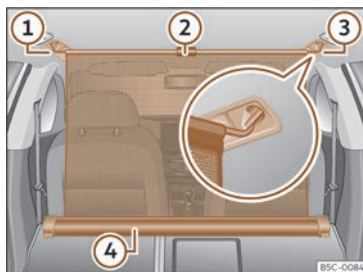

Fig. 198 Dans le coffre à bagages : filet de séparation attaché avec le dossier de la banquette arrière rabattu.
- Tirez la languette >>> **fig. 198②** vers le haut pour sortir le filet du boîtier ④.
- Attachez le filet de séparation au côté droit ou gauche >>> **fig. 198③** (image élargie).
- Attachez le filet de séparation dans le logement de l'autre côté >>> **fig. 198①** en tirant la tringle.
Le filet de séparation est monté correctement lorsque les extrémités en forme de T sont fermement attachées dans les logements correspondants >>> **fig. 198③** et ①.
- Enroulez le filet dans le boîtier >>> **fig. 198④** en le déposant manuellement.